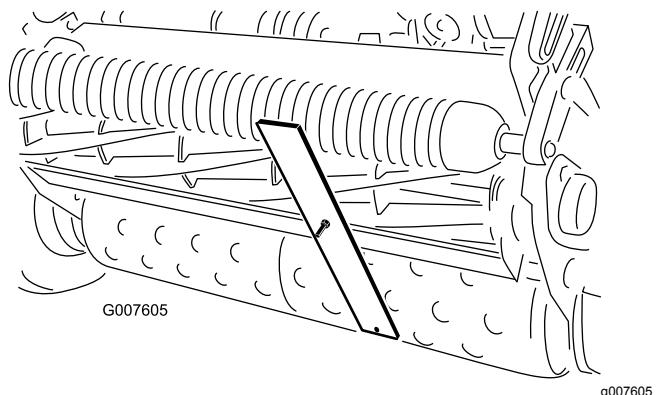

Figura 56
4. Enganche la cabeza del tornillo sobre el filo de la contracuchilla y apoye el extremo trasero de la barra sobre el rodillo trasero (**Figura 56**).